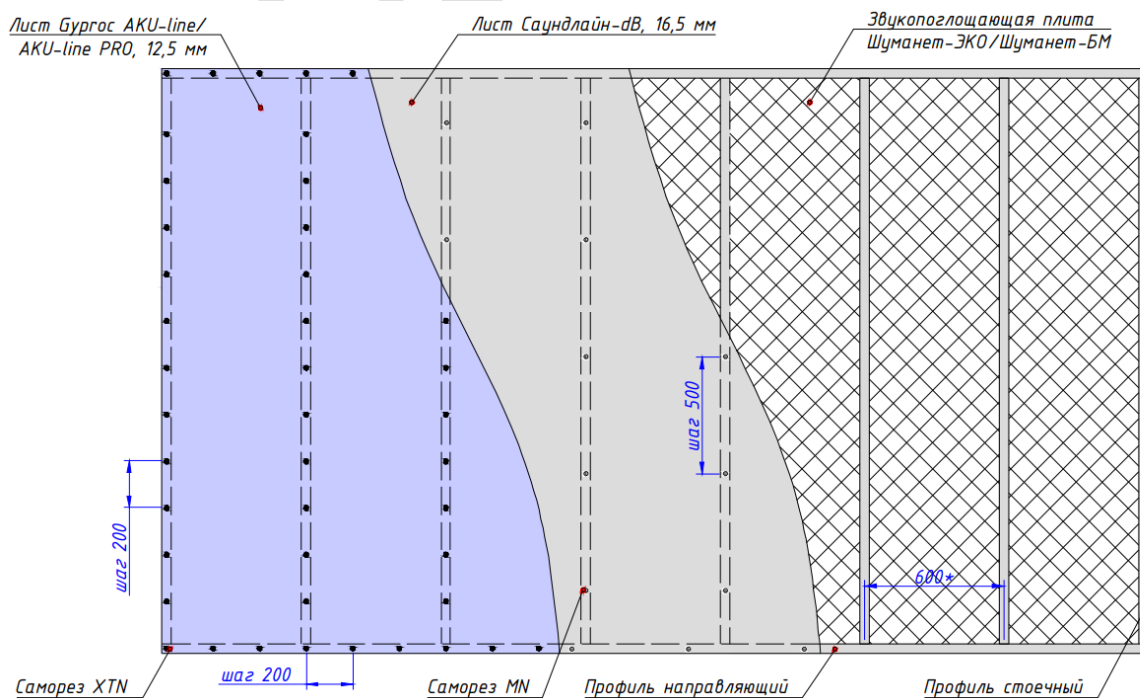
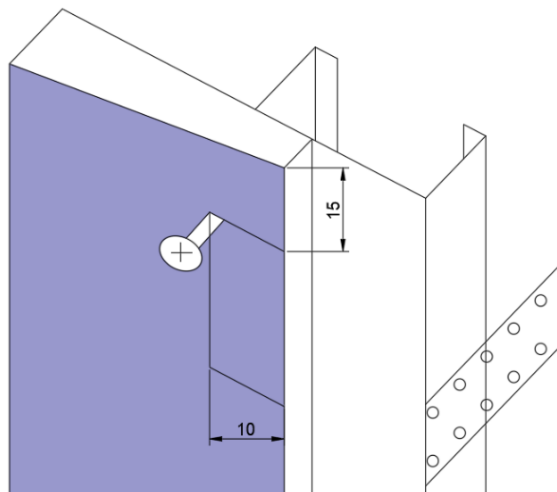

Рисунок 16. Конструкция звукоизоляционной каркасной облицовки.
Рисунок 17. Крепление ГКЛ/ГВЛ к профилю.
6.11. Установить и закрепить листы акустического триплекса Саундлайн-dB. с помощью саморезов по ГВЛ 3,9x30 мм (Саморез MN или аналог). Листы крепятся в металлические профили с шагом – 500 мм (Рисунок 16). Направление монтажа указано на наклейке в верхнем левом углу листа акустического триплекса Саундлайн-dB.
6.16. При монтаже листов Gyproc АКУ-line/АКУ-line PRO используются саморезы 3,9x41 мм (Саморез ХТН или аналог). Шаг крепления саморезов к металлическим профилям – 200 мм (Рисунок 16). Горизонтальные стыки листов должны быть смещены по вертикали не менее чем на 250 мм. Вертикальные стыки относительно листов акустического триплекса Саундлайн-dB должны быть смещены на шаг стоек. Саморезы должны отстоять от края торцевой кромки листов обшивки на расстоянии не менее 15 мм и продольной кромки – не менее 10 мм (Рисунок 17).